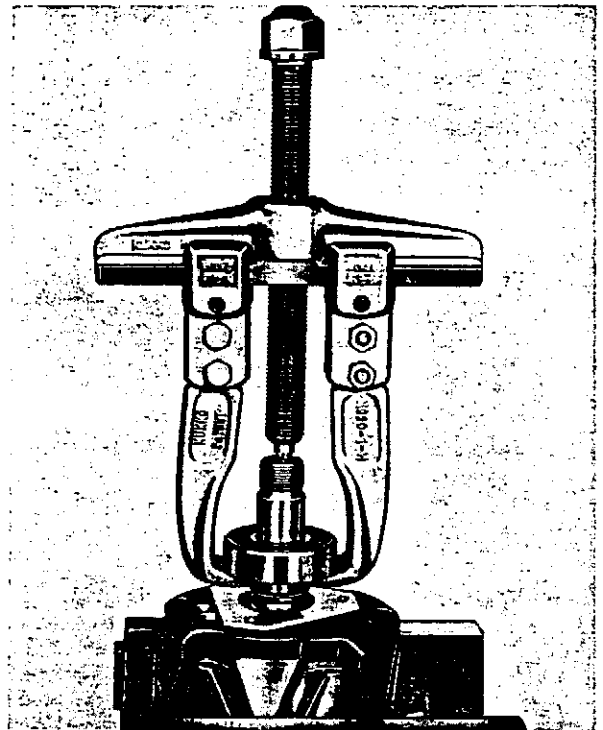

Abb. 35 Ausbau des Lagers
2. Lager mit Abziehvorrichtung abziehen, siehe Abb. 35.